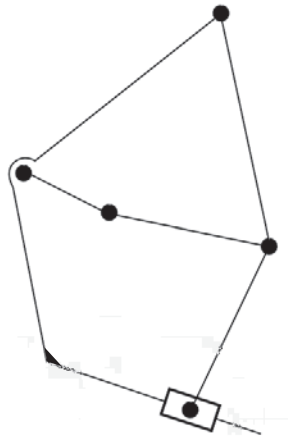

Figura 1
1. Obtener todas las inversiones de la cadena cinemática de la figura 1. (2,5p)